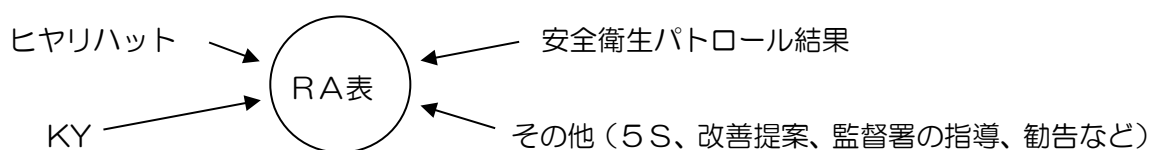

図2 RA表の考え方
(2) ヒヤリハット、KY、安全衛生パトロールなどの結果（特にハード対策を要するもの）を、「RA表」に入れ、「一元管理」する。（図2参照）